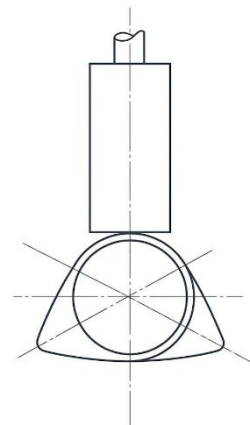

Fig. 23 : Poussoir sur la base ou la position concentrique de la came.
- **(c)** Continuez à faire tourner le moteur sur un tour complet supplémentaire ; cela garantira que les poussoirs de ce cylindre se trouvent sur le **dos de la came** (le point le plus bas, **(Fig. 23)**).